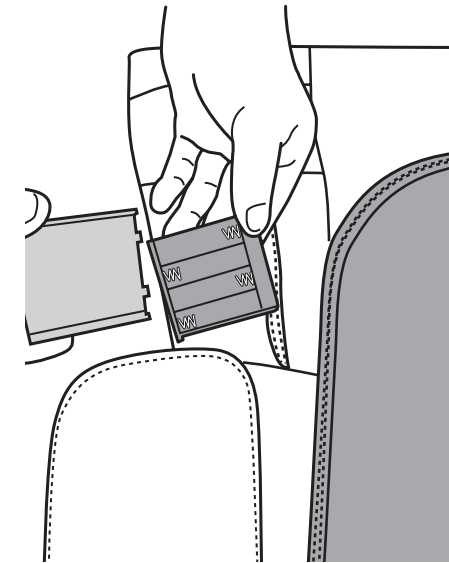

Fig.23
4. Si el tornillo no está visible, deslice el compartimiento de baterías (sin tocar el cableado) para exponer el tornillo; luego, use el destornillador suministrado para retirar el tornillo (Fig.23).